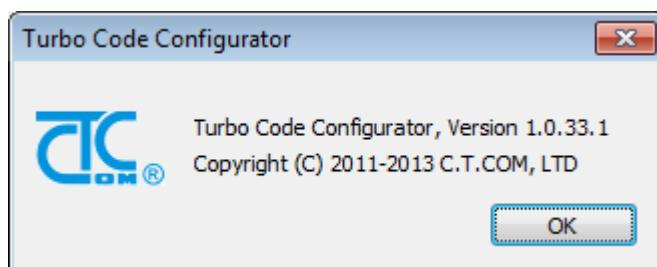

Рисунок 8.34 – Окно «Turbo Code Configurator»
- г) «About TurboConfigurator...» - выводит окно с информацией о программе (рис. 8.34).
- г) «About» - выводит окно с информацией о программе (рис. 8.34).